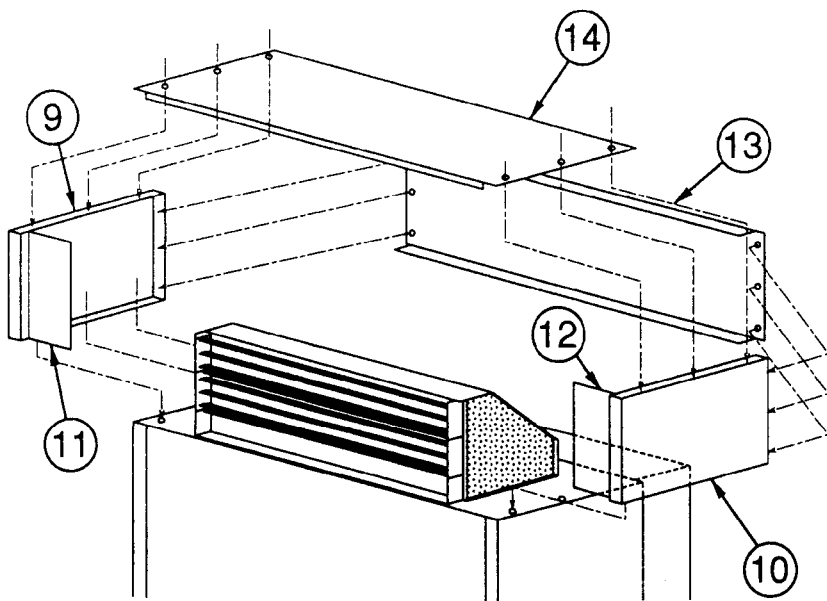

図 3
- (4) サイドパネルL⑨とコテイイタL⑪、サイドパネルR⑩とコテイイタR⑫をネジ止めしてください。(タッピンネジ⑮各3本) (図3)
- (5) (4) で組み立てたサイドパネルおよびウシロパネル⑬を本体ユニットにネジ止めしてください。(ネジは本体のものを流用し、天井パネルと共締めする。)(図3)
- (6) ウエパネル⑭をネジ止め (タッピンネジ⑮11本) してください。(図3)